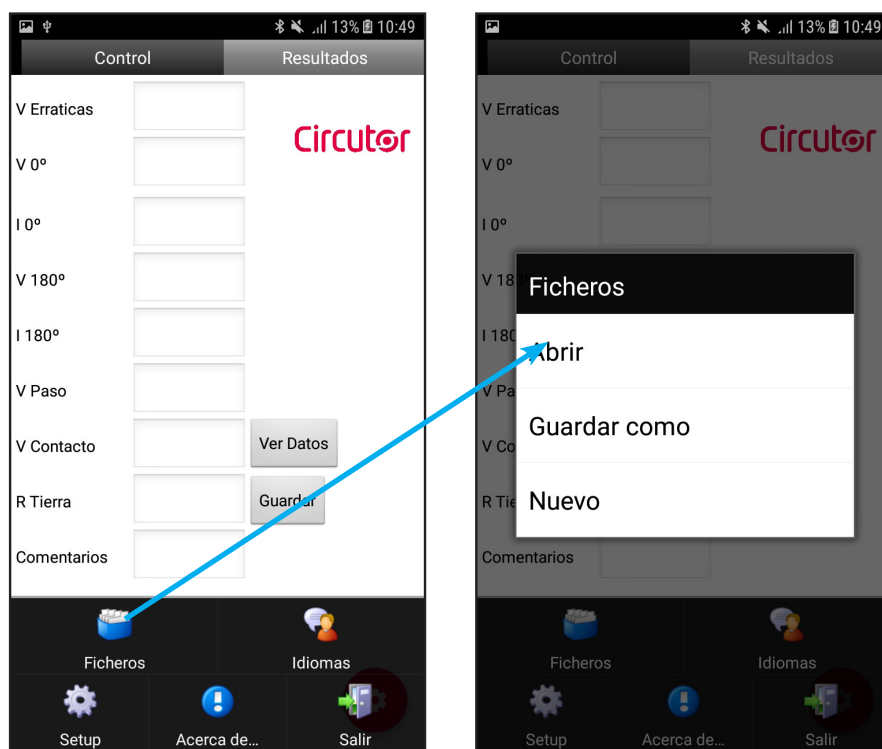

Figura 7: Guardar los resultados en un Fichero.
12.- Los resultados obtenidos se pueden guardar en un fichero, para ello pulsar sobre el botón de ajuste, , y acceder al apartado **Ficheros** (Figura 7).